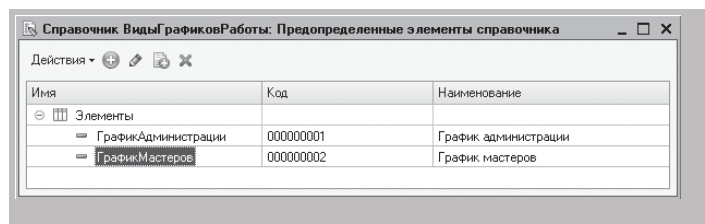

Рисунок 25.4 - Предопределенные графики работы
2.2 На закладке **Прочее** создадим для справочника два predeterminedенных графика работы (рисунок 25.4) – **ГрафикАдминистрации** и **ГрафикМастеров**.